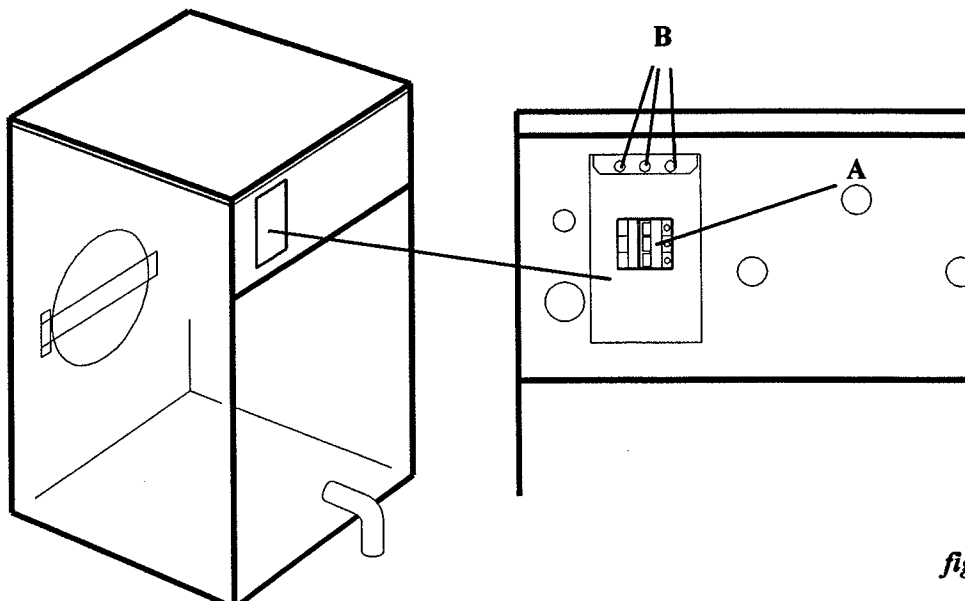

fig. 5
- Automatic switch for Motor Circuit Protection. (Obligatory for CE models and optional for other countries). Located inside the terminal block (fig. 5/A), at the rear of machine.
- Interruptor Automático protección Circuito Motores. (Obligatorio en modelos CE. y opcional para países restantes) Situado en el interior de la caja de bornes (fig. 5/A), en la parte posterior de la máquina.
- Interrupteur Automatique protection Circuit Moteurs. (Obligatoire pour CE. et option pour les autres pays). Placé à l'intérieur du boîtier de bornes (fig. 5/A), à l'arrière de la machine.
- Control circuit fuses. Located inside the terminal block (*fig. 5/B*), at the rear of the machine.
- Fusibles del circuito de mando. Situados en el interior de la caja de bornes (*fig. 5/B*), en la parte posterior de la máquina.
- Les fusibles du circuit de commande. Placés à l'intérieur du bornier (*fig. 5/B*), à l'arrière de la machine.